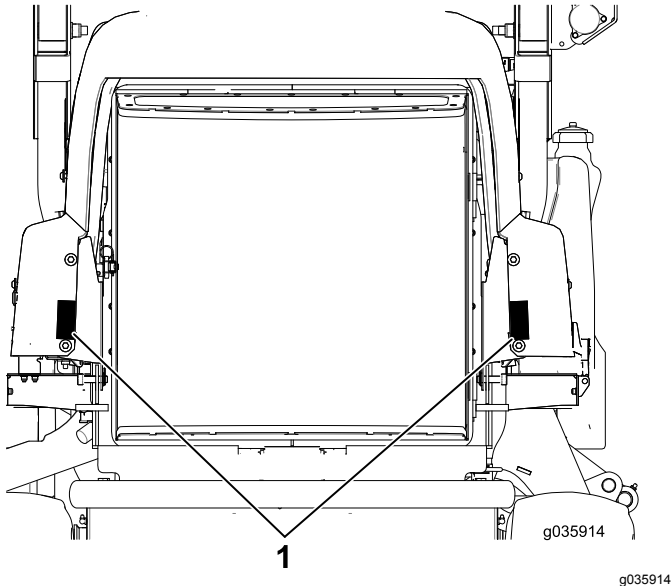

Bild 29
6. Bringen Sie die Klebreflektoren an der Haube an und richten Sie die längsten Kanten des Reflektors mit der Innenkante der Haube aus (**Bild 29**).